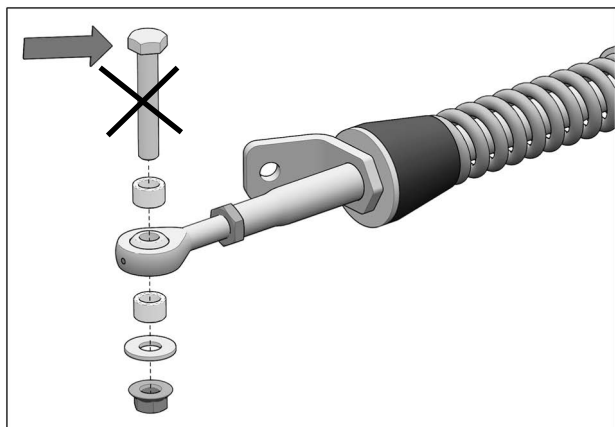

Fig. 12
3. Retirer les boulons installés aux rotules des bras stabilisateurs des systèmes avant. Voir la Fig. 12